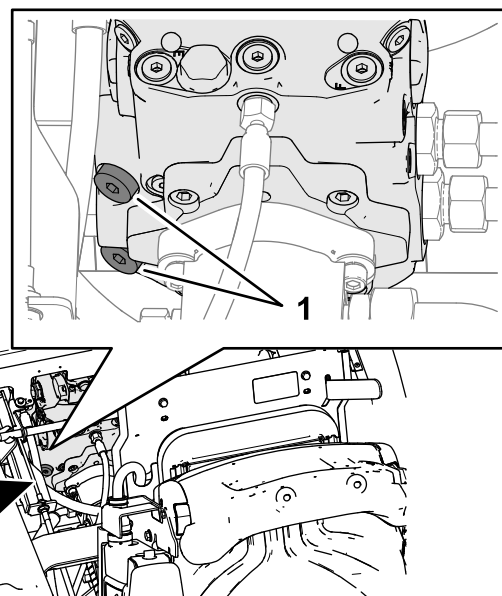

**Figura 37**
- Utilizzate una chiave esagonale da 8 mm per ruotare di 3 giri completi in senso antiorario i 2 tappi a testa incassata per le valvole di sfogo della pompa della trasmissione (Figura 37).